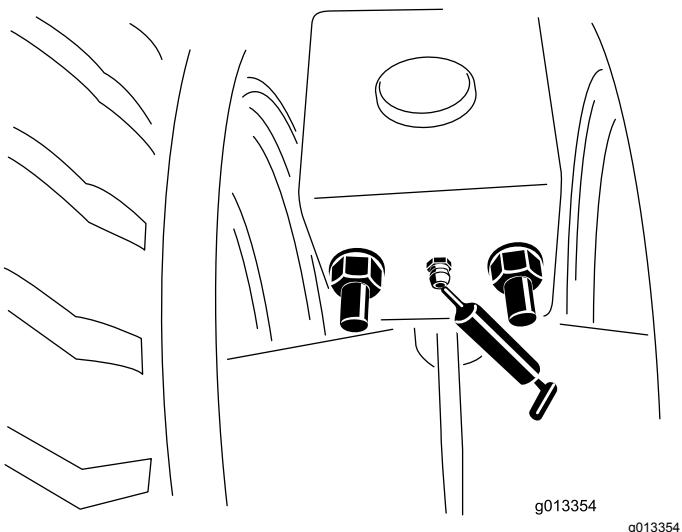

Figura 54
1. Limpe os bocais de lubrificação (Figura 54).